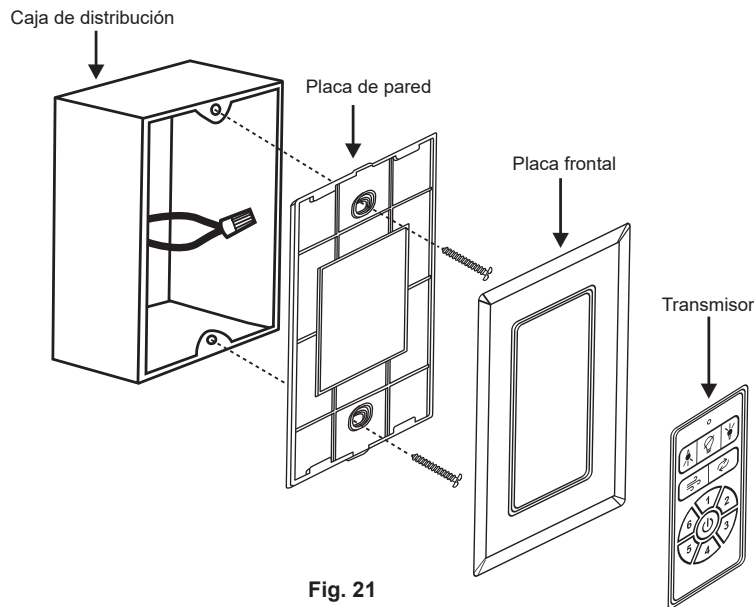

Fig. 21
**Paso 1.** Retire la placa de pared existente de la caja de la toma de corriente. Conecte los cables NEGROS (vivos) con una tuerca para cables y vuelva a introducirlos en la caja de la toma de corriente. (Fig. 21)